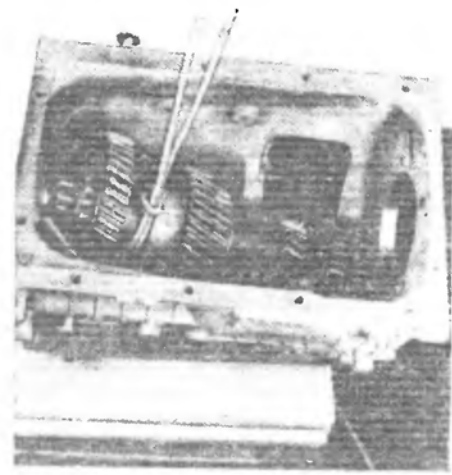

Рис. 142. Снятие промежуточного вала
20. Выньте промежуточный вал в сборе из картера коробки передач (рис. 142)	Кран-балка, трос